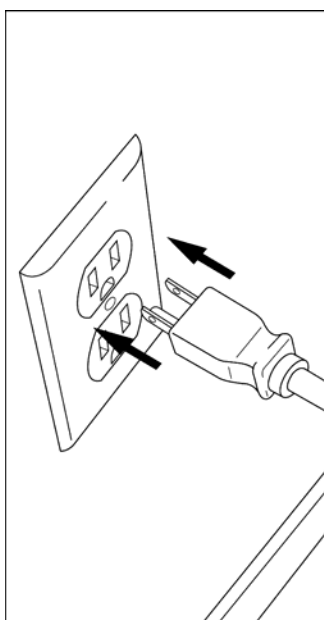

FIGURA 12
2. Enchufe el cordón eléctrico en un receptáculo eléctrico conveniente de tres dientes (FIGURA 12).